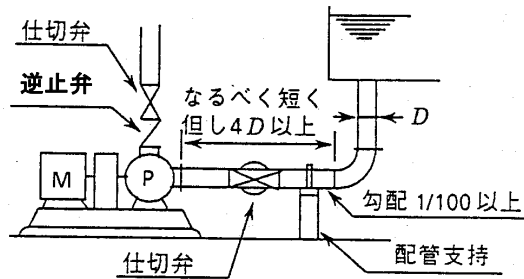

図5
1) タンクとポンプ間の吸込配管に、図5に示すように仕切弁を設けます。
2) 横引き部は図5に示すように、タンクからポンプに向かい1/100以上の勾配で下がるように配管してください。